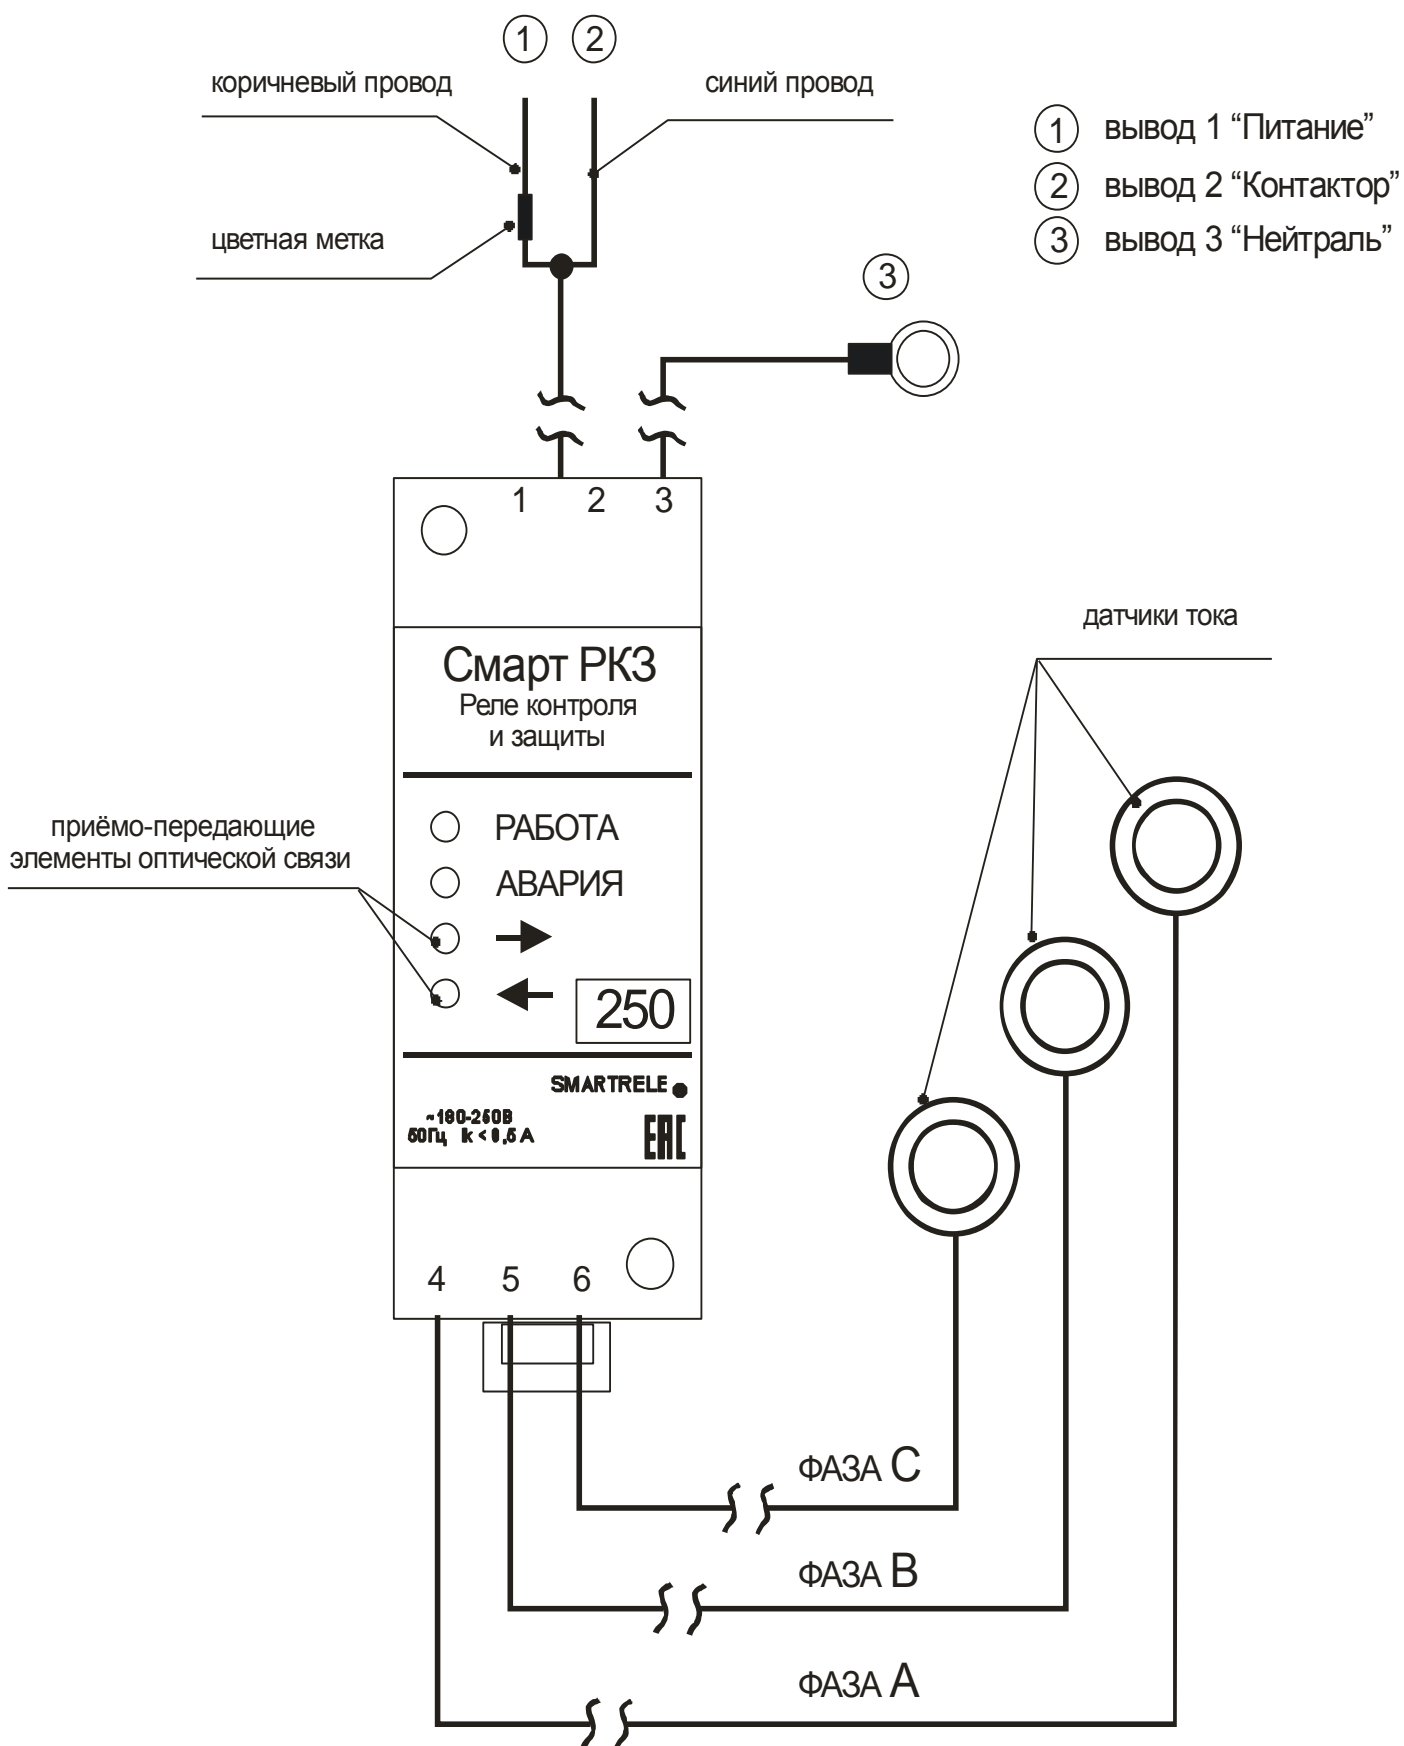

Рисунок 1 – общий вид реле Смарт РК3
5.1 Общий вид реле показан на рис.1, габаритные и установочные размеры электронного блока реле – на рис.2.